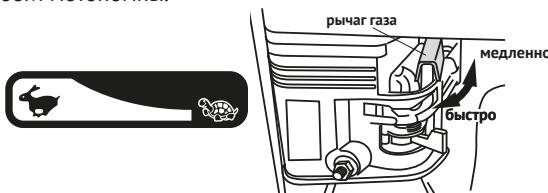

Рис. 8
При помощи рычага газа (рычаг управления дроссельной заслонкой, рис. 8) производится регулировка числа оборотов двигателя. Увеличение числа оборотов двигателя ведёт к увеличению производительности мотопомпы.
- Переведите рычаг газа (рис. 8) из положения «МЕДЛЕННО», примерно на $\frac{1}{3}$ по направлению к положению «БЫСТРО».
Для остановки двигателя переведите рычаг газа (рис. 8) в положение «МЕДЛЕННО», при котором двигатель будет работать на холостых оборотах. В таком режиме двигатель должен проработать 1–2 минуты.